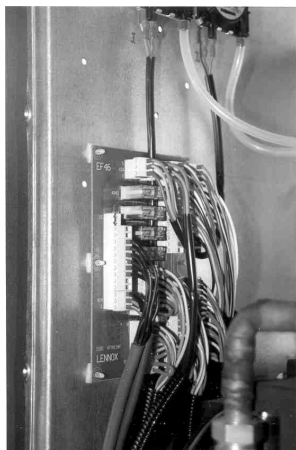

Figura 29
- Desconecte los interruptores PCB (figura 29)